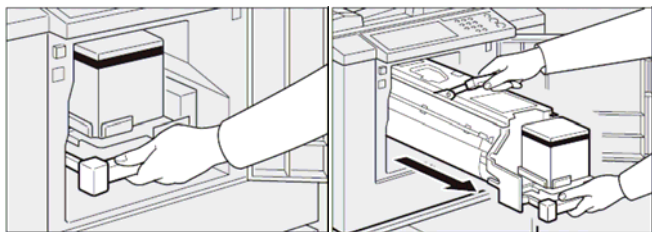

图 5-30 拉出印筒单元
② 手握手柄，从轨道慢慢拉出印筒单元，如图 5-30 所示。